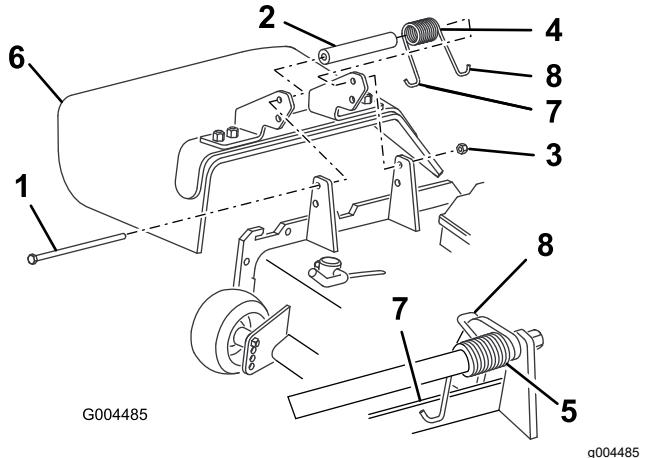

Figura 27
- Retire la contratuerca, el perno, el muelle y el espaciador que sujetan el deflector a los soportes de pivotе (Figura 27). Retire el deflector de hierba dañado o desgastado.
- Coloque el espaciador y el muelle entre los soportes del deflector de hierba nuevo (Figura 27). Coloque el extremo del gancho en J izquierdo del muelle detrás del borde de la unidad de corte.
Nota: Asegúrese de que el extremo del gancho izquierdo del muelle se instala detrás del borde de la unidad de corte antes de instalar el perno, según se muestra en la Figura 27.
- Instale el perno y la tuerca. Coloque el extremo del gancho derecho del muelle alrededor del deflector de hierba (Figura 27).